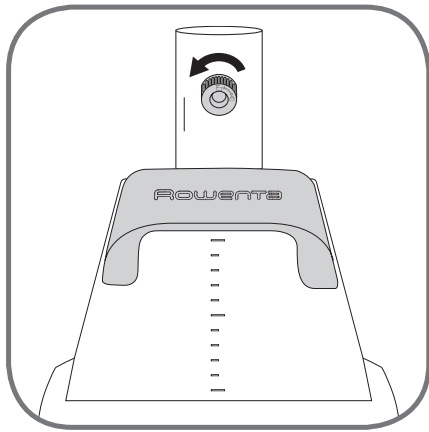

fig. 1
1. Dévissez et retirez la vis de fixation du mât qui se trouve sur la base (fig. 1).